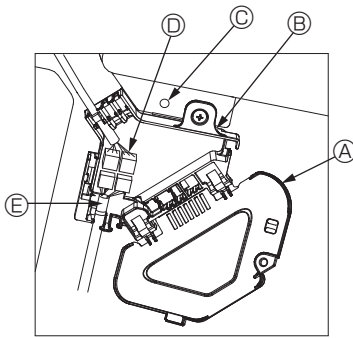

Fig. 10-8
- ① Uklonite jedan vijak kojim je pričvršćen poklopac kutije poveznika, a zatim otvorite poklopac.
- ② Sigurno priključite poveznik spojne žice motora krilca i žični poveznik motora krilca ploče u kutiji poveznika. (Fig. 10-8)